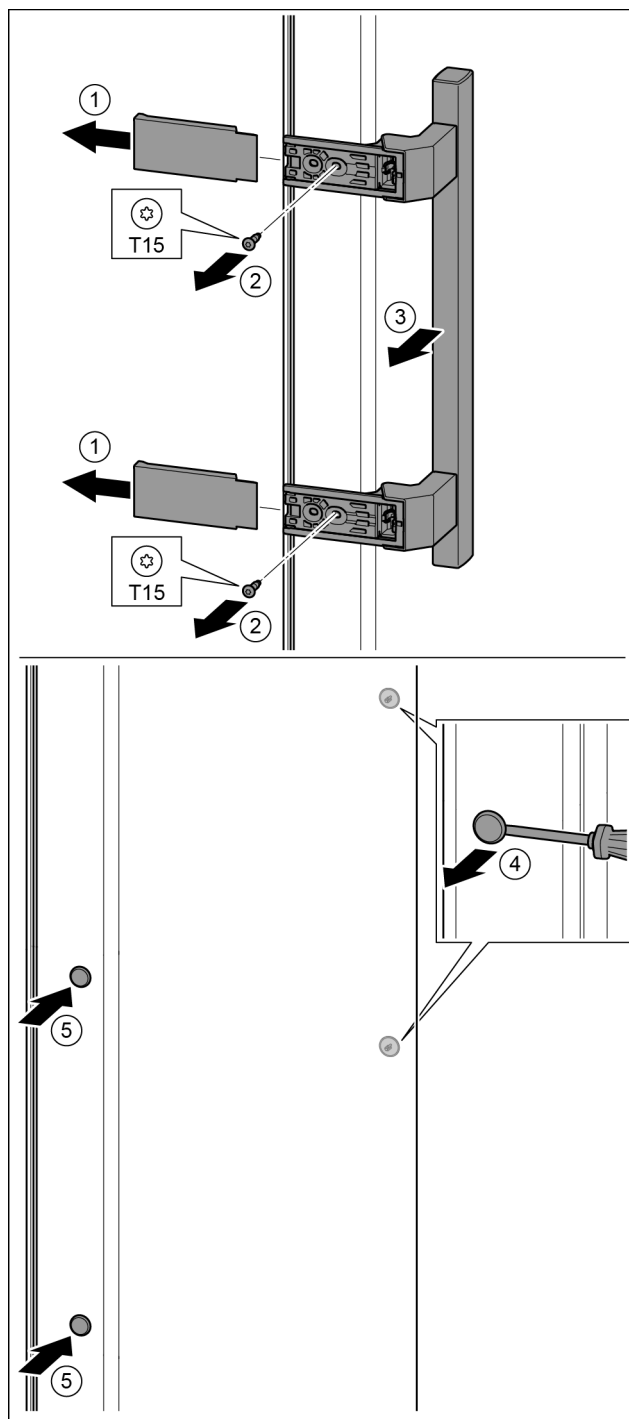

Fig. 33
- Abdeckung abziehen. Fig. 33 (1)
- Schrauben mit Schraubendreher T15 herausdrehen. Fig. 33 (2)
- Griff abnehmen. Fig. 33 (3)
- Seitlichen Stopfen vorsichtig mit einem Schlitzschraubendreher anheben und herausziehen. Fig. 33 (4)
- Stopfen auf der anderen Seite wieder einsetzen. Fig. 33 (5)